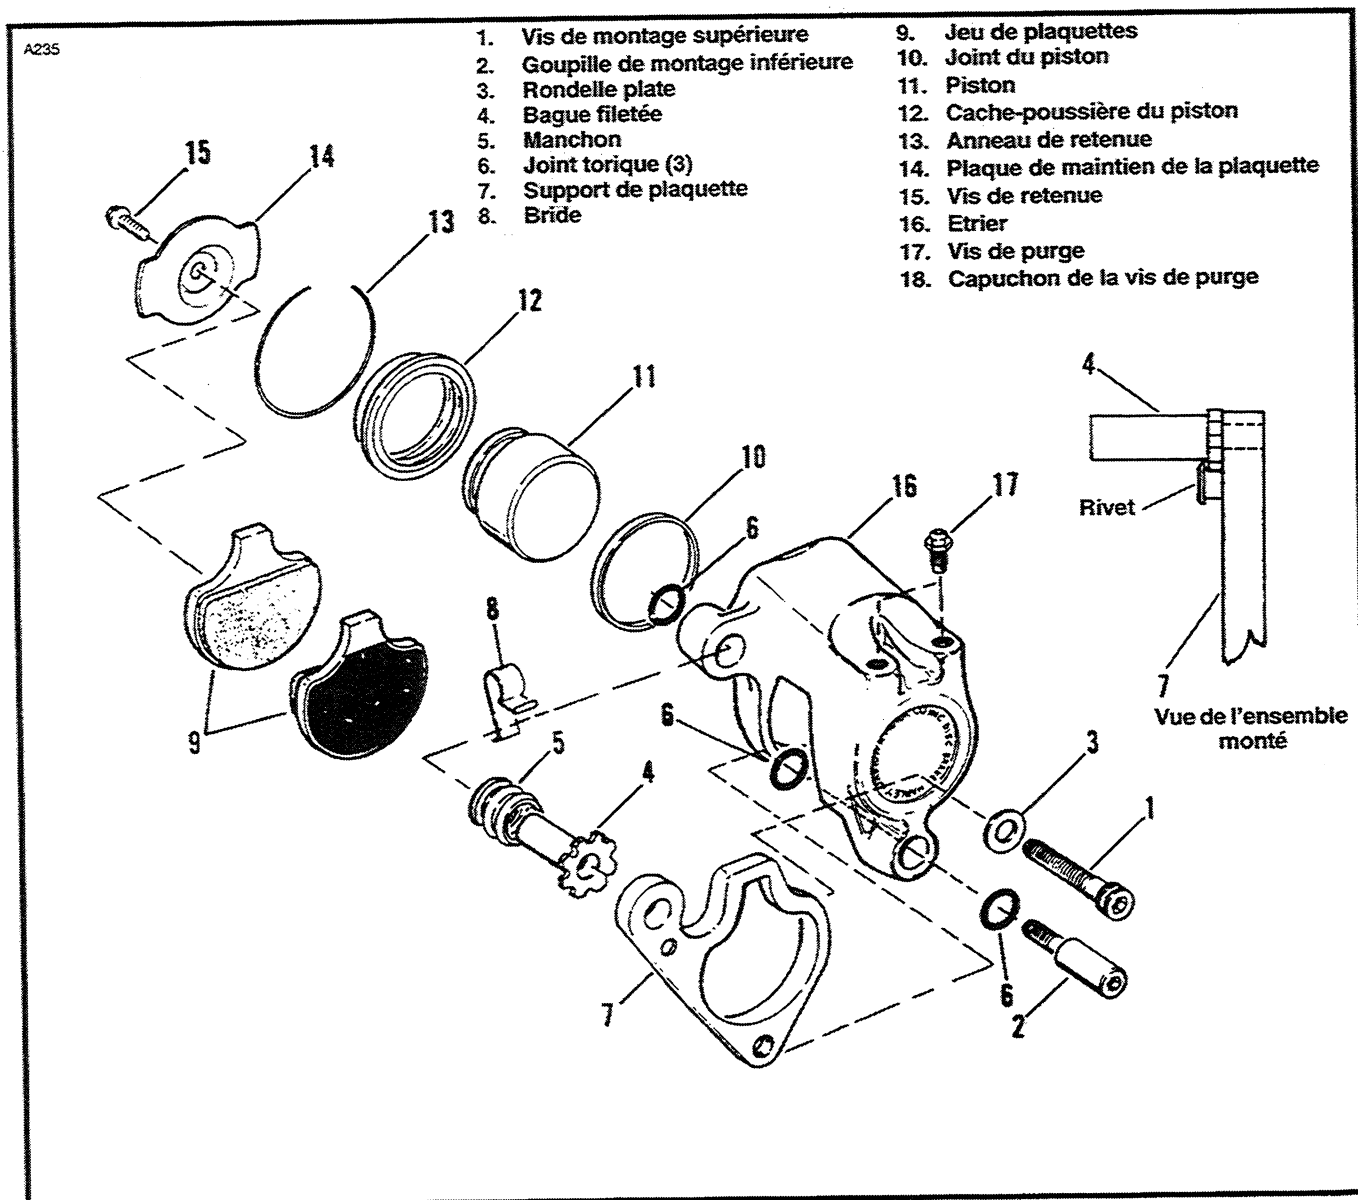

Figure 2-34. Etrier du frein avant
DEPOSE/DEMONTAGE (Figure 2-34)
NETTOYAGE, VERIFICATIONS ET REPARATION (Figure 2-34)
1. Voir Figure 2-34. Installez le nouveau joint (10) dans la rainure de l'alésage du piston de l'étrier (16). Installez un nouveau joint torique (6) dans la rainure de l'alésage de la bague filetée de l'étrier (ergot de montage supérieur). Installez un nouveau joint torique (6) dans chaque rainure de l'alésage inférieur de la goupille de l'étrier (ergot de montage inférieur). Appliquez un peu de GRAISSE DOW CORNING 44 (tube « PIN LUBE » qui se trouve avec le kit d'entretien) sur l'intérieur du manchon (5). Introduisez l'extrémité du manchon dans la rainure de l'alésage de la bague filetée de l'étrier (ergot de montage supérieur).
2. Installez le cache-poussière (12), avec son côté concave en face du piston (11), sur le haut du piston. Installez la lèvres intérieure du cache-poussière dans la rainure en haut du piston.
3. Appliquez une fine couche de graisse aux silicones GE Versilube® (G322L) (tube « PISTON LUBE » qui se trouve avec le kit d'entretien) sur la surface extérieure (y compris le chanfrein) du piston (11) et sur les surfaces intérieures de l'alésage du piston de l'étrier (16) et du joint (10). Installez le piston (avec le cache-poussière) dans l'alésage du piston de l'étrier. Au besoin, utilisez un collier de serrage en C pour enfoncer le piston.
- Voir Figure 2-34. Appliquez une fine couche de GRAISSE DOW CORNING 44 (tube « PIN LUBE » qui se trouve avec le kit d'entretien) sur la surface extérieure de la goupille de montage inférieure (2).
Voir Figure 2-34. La tête de la bague filetée (4) doit être montée sous la tête du rivet sur le support de plaquette (7) pendant le montage. De plus, une des encoches en forme de U se trouvant sur le bord extérieur de la bride de la bague doit venir s'engager dans le corps de rivet. Si la bague n'est pas correctement placée le rivet sera endommagé quand les attaches de montage de l'étrier seront serrés.
- Voir Figure 2-34. Introduisez la goupille inférieure (2) dans l'étrier (16) et l'ergot de la colonne de direction, et vissez-la ensuite dans le perçage fileté situé dans la partie inférieure du support de plaquette (7). Serrez la goupille inférieure à 25-30 pi-livre (34-41 N.m).
- Installez la vis de montage supérieure (1) avec la rondelle (3) sur l'ergot supérieur de la fourche et le support de plaquette (7) et vissez-la ensuite sur la bague filetée (4). Serrez la vis à 25-30 pi-livre (34-41 N.m).
- Si la vis de purge (17) et le capuchon (18) avaient été retirés, remontez-les ; serrez la vis à 80-100 po-livre (9,0-11,3 N.m).